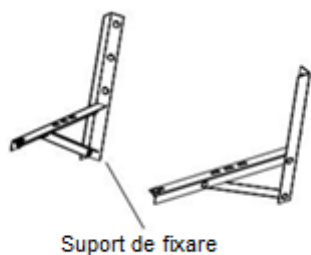

Figura 9.
2. Conectarea conductei stânga spate (similară cu conducta stânga jos) (opțional, a se vedea figura 9)
Diagrama din dreapta se referă la poziționarea țevii de scurgere, a se vedea figura 9.